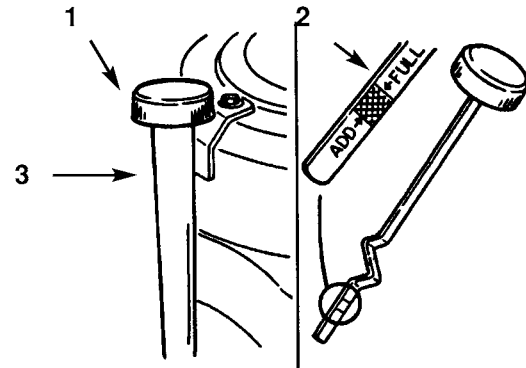

Bild 33
3. Den Bereich um den Ölmeßstab reinigen (Bild 33), so daß keine Schmutzrückstände in das Ölfüllrohr fallen, die zu Motorschäden führen könnten.
4. Den Ölmeßstab abschrauben und das Metallende sauberwischen (Bild 33).
5. Den Ölmeßstab ganz in das Ölfüllrohr einschrauben (Bild 33). Den Ölmeßstab nochmals
7. Langsam ca. 80% der angegebenen Ölmenge in das Füllrohr einfüllen (Bild 33). Jetzt den Ölstand messen; siehe *Kontrolle des Ölstands*.
5. Langsam ca. 80% der angegebenen Ölmenge in das Füllrohr einfüllen (Bild 33). Jetzt den Ölstand messen; siehe *Kontrolle des Ölstands*.